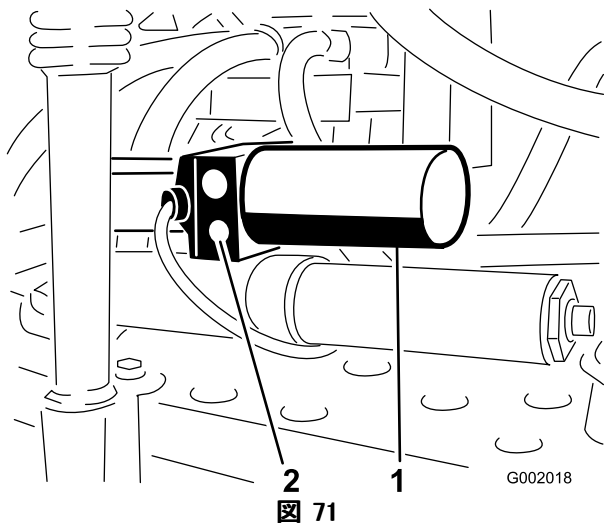

図 71
1. 各アクチュエータについている手動リリーフ・バルブを探し出す。アクチュエータのボディの片側だけについている小さいほうのバルブが手動リリーフ・バルブである (図 71)。